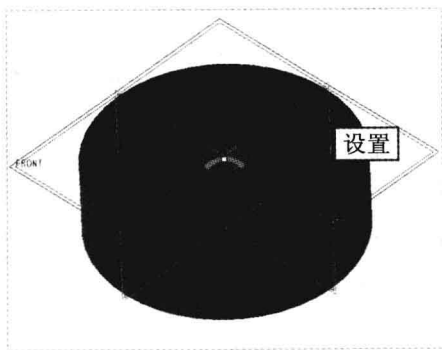

图 6-20 设置参数
Step 05 在绘图区拖动句柄至 TOP 基准平面和 RIGHT 基准平面，并设置偏移距离为 0，如图 6-20 所示。